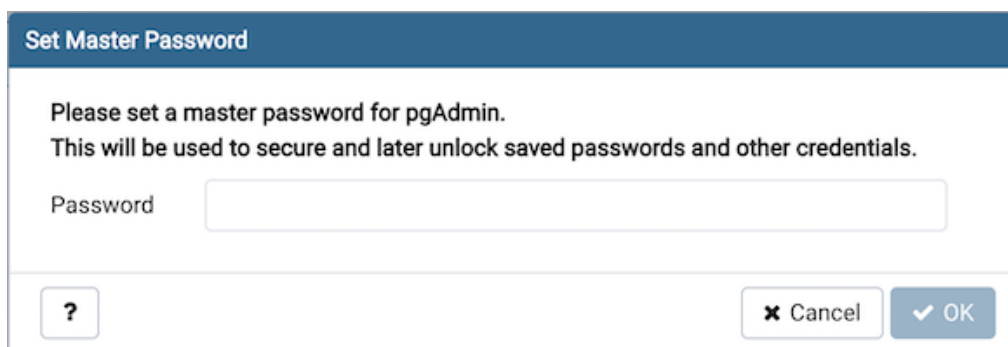

Рисунок 6.13 — Окно создание мастер-пароля для программы pgAdmin
- Программа *pgAdmin 4* откроется в Web-браузере, который выбран на вашем ПК для запуска по умолчанию. При первом подключении задайте мастер-пароль для программы *pgAdmin 4* (см. рисунок 6.13).